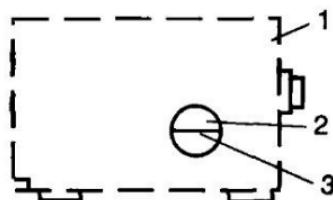

Рис. 119. Проверка уровня масла в картере компрессора:
10.2. Проверяют уровень масла в картере компрессора через смотровое стекло (рис. 119). Уровень масла при работающем агрегате должен достигать или быть несколько выше центра смотрового стекла. Если уровень масла ниже центра стекла, то масло необходимо добавить, а если выше центра указателя, то избыточное количество масла сливают.